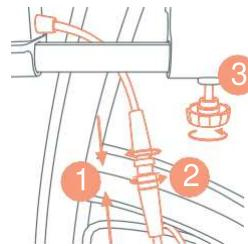

Figura 5: Conecte (1 y 2) y apriete (3) el regulador.
- b. Vuelva a conectar el cable y apriete el controlador girando el tornillo perilla **(Figura 5)**.